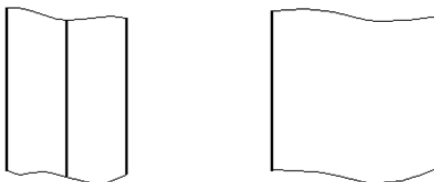

Рис. 106
2. Выполнить два вида фрагментов соединяемых деталей (фланцев) — шириной 20 мм (рис. 106). Для создания отрезков вертикальных линий можно использовать инструмент *Отрезок*, а для построения линий обрыва — *Кривая Безье*.